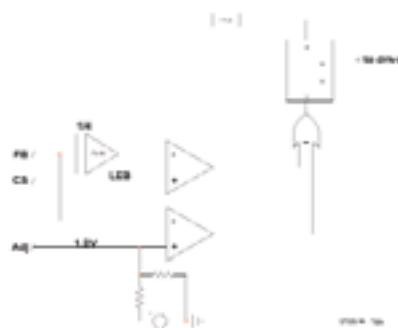

Figure 2a. Un comparateur surveille en permanence la broche FB.
en modulant I_p sachant que L_p et la fréquence de découpage F_{sw} ne varient pas. I_p est en fait lu par l'intermédiaire d'un shunt résistif inséré en série avec le MOSFET de puissance. La tension ainsi obtenue polarise la broche Current Sense (CS) du NCP1200. Cette tension subit ensuite une comparaison avec la tension appliquée sur la broche FB, mais divisée en interne par 4 (**figure 2a**). FB représente l'image électrique du secondaire (isolé) mais véhiculée au primaire par l'intermédiaire d'un composant isolant (souvent un opto-coupleur). Si la puissance demandée par la charge est élevée, FB se trouve à un niveau haut (jusqu'à 4 V) et impose un courant pic primaire important. À l'inverse, un faible niveau sur FB témoigne d'une faible puissance de sortie. Dans tous les cas, le rapport cyclique s'ajuste afin de satisfaire la formule sus-citée. Cependant, lorsque la charge de sortie a disparu, le rapport cyclique a fortement diminué mais sa récurrence est toujours F_{sw} (40 Hz par exemple). Or, chaque cycle engendre des pertes de commutation qui dégrade la puissance de veille, paramètre que le NCP1200 s'efforce de réduire au maximum. L'un des moyens simples de diminuer la puissance de veille, consiste alors à sauter des cycles de commutation lorsque la puissance de sortie diminue. Le NCP1200 combine ainsi une mode de fonctionnement à fréquence fixe (charge moyenne à nominale) avec un saut de cycle automatique à petite puissance. La mise en œuvre de cette technique ne demande qu'un simple comparateur comme l'indique la figure 2a :